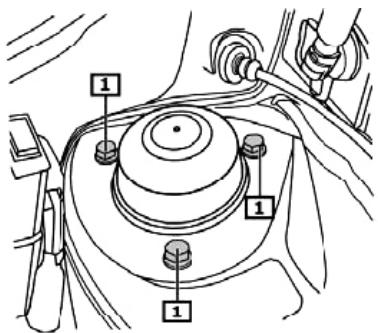

Fig. 4:
- **Fig. 4** Befestigungsschrauben (1) entfernen, dabei Federbein unten gegenhalten.
- **Fig. 4** Remove attachment screws (1) while securely holding suspension strut below.
- **Fig. 4** Enlever les vis de fixation (1) et, à cette occasion, soutenir le bas de la jambe de force.
- **Fig. 4** Retirar los tornillos de sujeción (1) sujetando el amortiguador por la parte inferior.